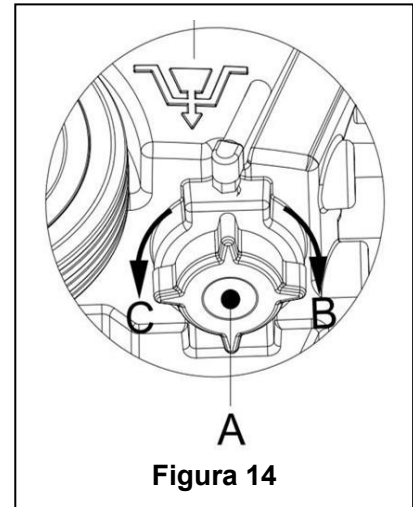

Figura 14
7. Așa cum se arată în **Figura 14**, deschideți capacul rezervorului de soluție (A) pe direcția contrară acelor de ceasornic C, și goliți complet rezervorul de soluție. Folosiți apă curată pentru spălarea rezervorului. Când operațiunea s-a terminat, închideți bine prin rotire capacul rezervorului de soluție (A) în direcția B, a acelor de ceasornic.